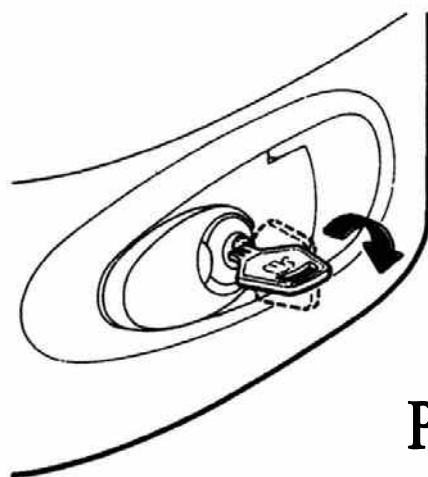

Рис.2
- 2) Вставьте ключ и поверните его на 90° по часовой стрелке (рис.2).